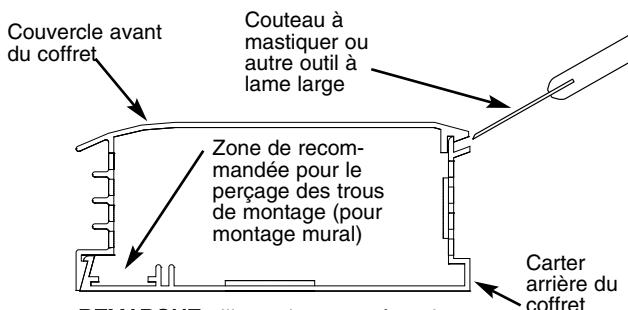

Fig. 2
16. Pour éviter d'endommager le radiateur, n'utilisez pas de tournevis pour séparer le couvercle avant du coffret arrière. N'utilisez qu'un couteau à mastiquer comme montré sur la Figure 2.
2. Enlevez le couvercle avant en couchant le radiateur sur le dos et en insérant un couteau à mastiquer (ou un autre outil à lame fine et large d'au moins 1" [25 mm]) à environ 6" (152 mm) de l'extrémité du radiateur, et en le dissolvant comme montré en Fig.2. Cela va déclencher l'ouverture du verrouillage. Recommencez si nécessaire en vous déplaçant le long du radiateur, jusqu'au désengagement complet du couvercle hors du carter arrière du radiateur.
4. Percez les trous de montage de la taille voulue dans le carter du radiateur (Voyez la Figure 2 pour l'emplacement recommandé des trous de montage).
5. Percez les trous de montage de la dimension requise dans tous les carters de radiateurs (Voyez la Figure 2 pour l'emplacement recommandé des trous de montage).